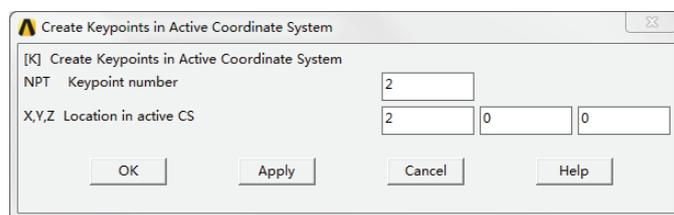

图 5-39 线上关键点设置
(2) 选择【Main Menu】/【Preprocessor】/【Modeling】/【Create】/【Keypoints】/【In Active CS】命令，弹出如图 5-39 所示的对话框，输入关键点 1、2 的坐标值。